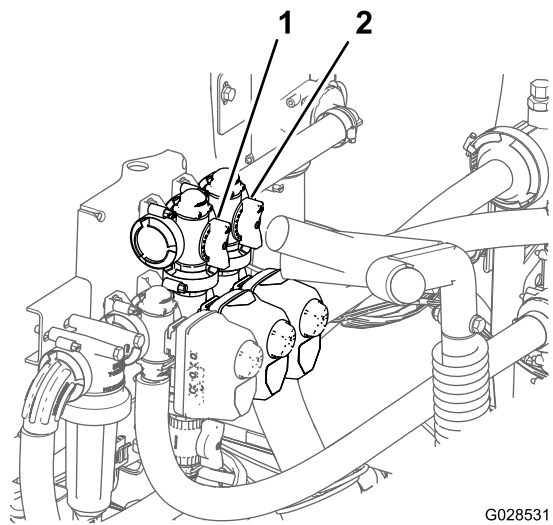

Bild 76
11. Stellen Sie das Rührwerksicherheitsventil (**Bild 76**) hinten am Rührwerkventil so lange ein, bis das Druckmanometer 6,9 bar anzeigt.
8. Stellen Sie den Griff am Sicherheitsventil des Hauptauslegers ein, um die Rührwerkstärke im Behälter zu steuern (Bild 76).